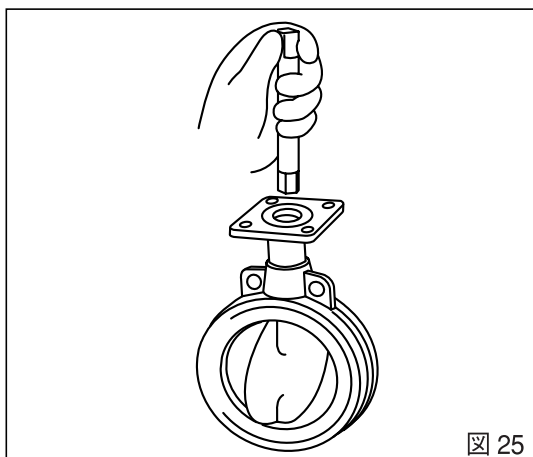

図 25
7. 上部弁棒の挿入：弁体と本体の上軸穴を合わせ、ブッシュに上部弁棒を組み込みます。(図25)